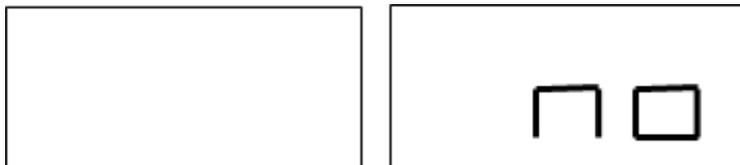

Рис. F6.2. Программа скрытых грузиков невозможна или для выбранной позиции не допускается
8. Если выбранный угол больше 120° , на стенде отобразится надпись как на рис. F6.2 в течение одной секунды, стенд подаст тройной звуковой сигнал. Это значит, что нужно повторить процедуру в шаге 7 еще раз. Если угол меньше 120° , стенд немедленно отобразит значение внешнего грузика W2.